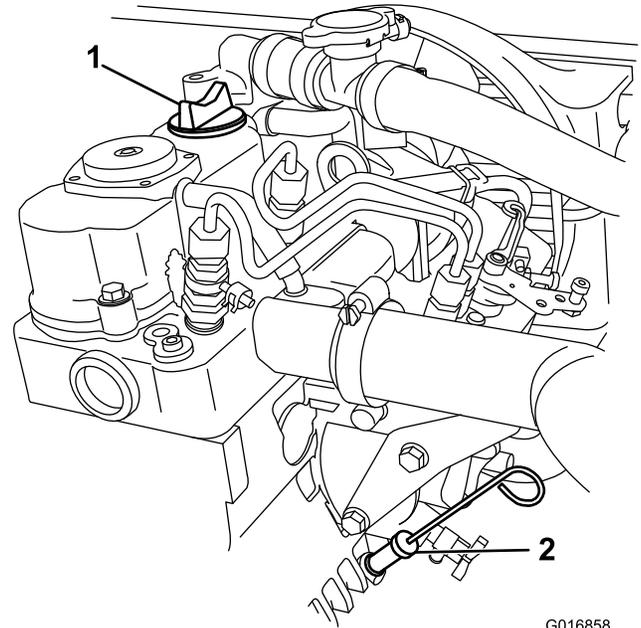

Figura 9
2. Limpie alrededor de la varilla de aceite (Figura 9) para impedir que caiga suciedad por el orificio y cause daños en el motor.